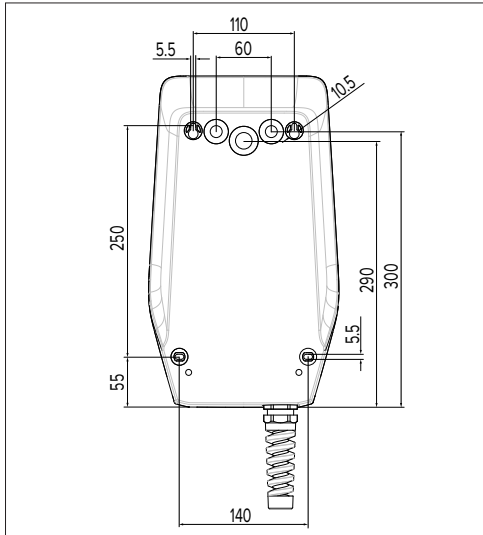

Fig.: 6. Dimensions de perçage [mm]
En cas de montage mural, la position de la ligne d'alimentation doit être définie à l'aide du gabarit de perçage fourni ou de la figure "Fig.: 6. Dimensions de perçage [mm]". Des entrées de câbles sont montées au dos, sur la face inférieure et sur la face supérieure.
- ▶ Dessiner les trous de perçage à l'aide du gabarit de perçage fourni ou de la figure "Fig.: 6. Dimensions de perçage [mm]". Veiller ici à un alignement horizontal.